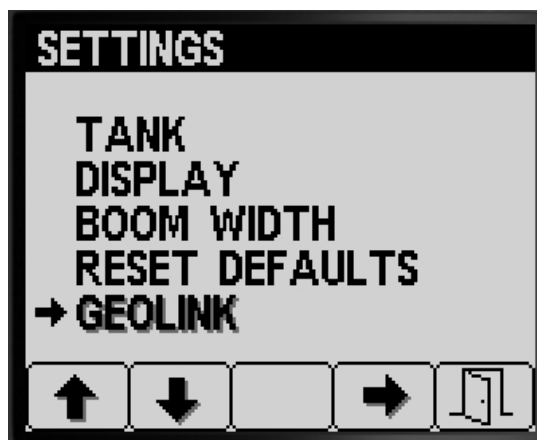

図 36
2. ボタン 4 で GeoLink 画面に入る 図 36。
1. 設定画面からボタン 1 または 2 を何度か押して GEOLINKを選択する 図 36。